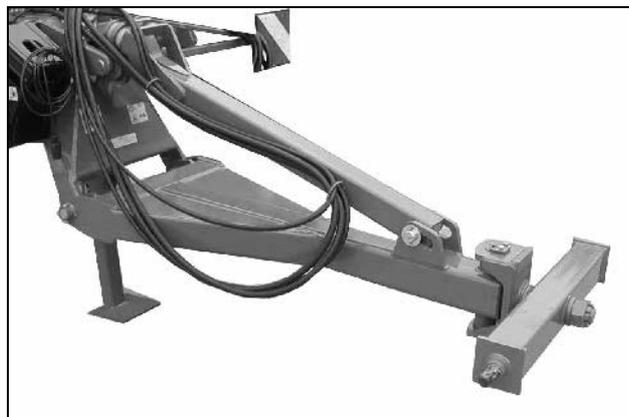

Fig. 10
- Aux bras d'attelage inférieurs cat. III (Fig. 10)